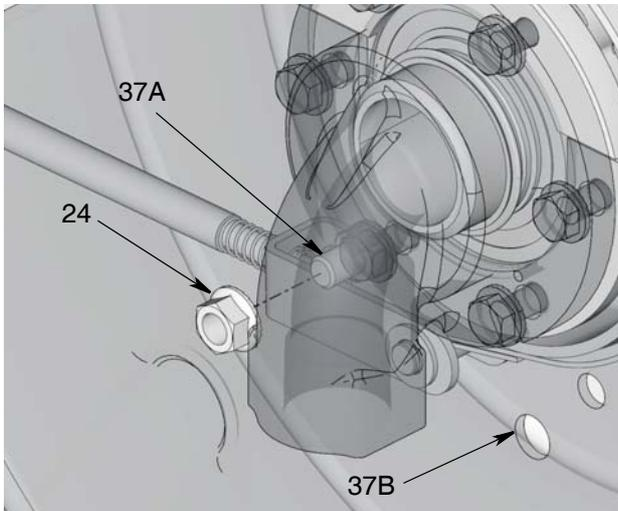

FIG. 31 : 37A indique le nouvel emplacement de l'axe de fixation (37). 37B indique l'emplacement précédent de l'axe de fixation (37).
- Placez l'axe de fixation (37) dans le châssis (FIG. 31). Replacez l'écrou (24) sur l'axe de fixation (37) et serrez fortement (FIG. 31).